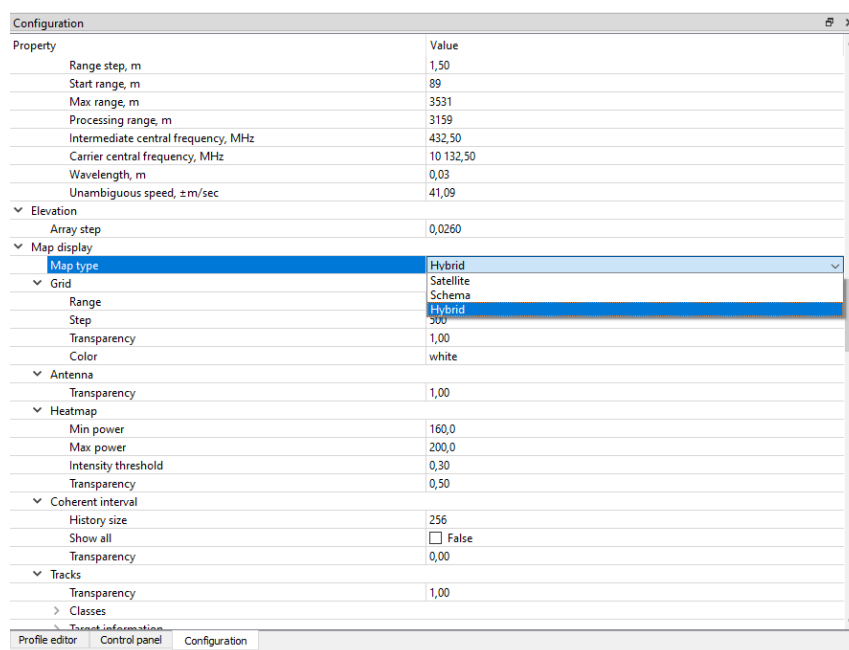

Рисунок 11 — Выбор вида карты в окне **Configuration**
2.3.2.2.3 Используя действия в окне карты (перемещение, увеличение / уменьшение), следует добиться корректного отображения всего предполагаемого объекта. Тип карты (*Satellite*, *Schema*, *Hybrid*, *Local*) выбирается в окне **Configuration** (*Map display / Map type*), рисунок 11.